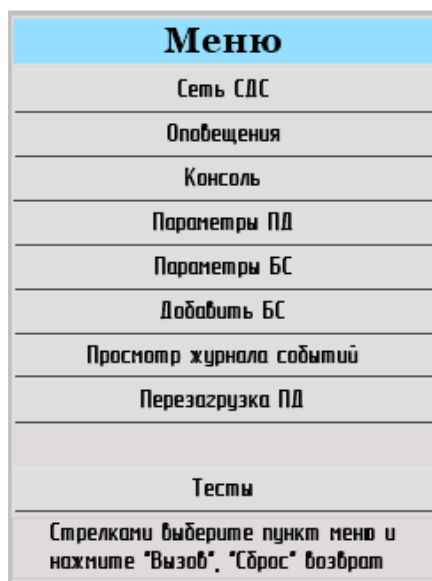

Рис. 6.1.1
6.5.1 Для входа в меню настроек необходимо набрать #9. После набора указанной комбинации на дисплее открывается страница главного меню (рис. 6.1.1).